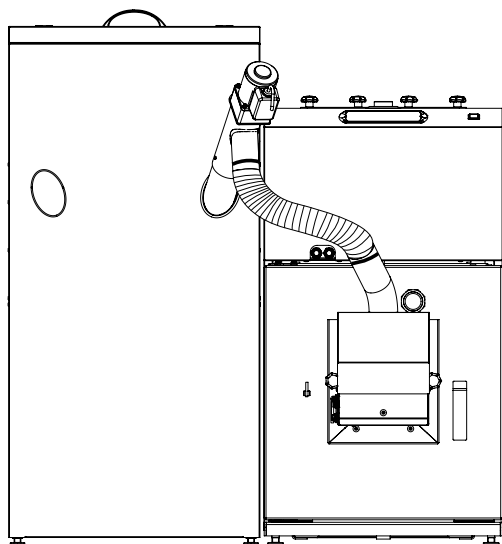
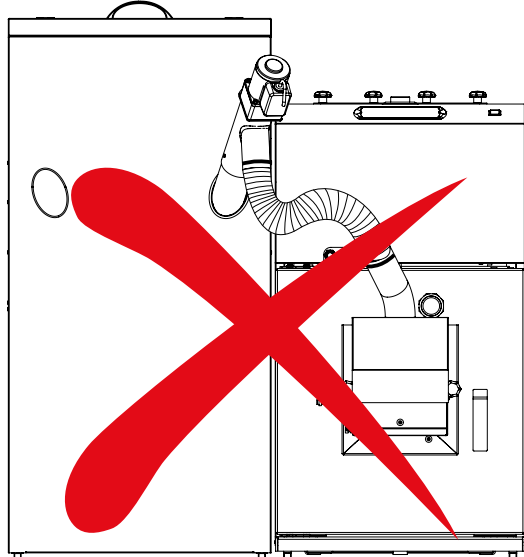

Рис. 4 Правильное подсоединение гофрированной трубы механизма подачи
Рис. 5 Неправильное подсоединение гофрированной трубы механизма подачи
4. Произвести все необходимые регулировки в области угла наклона соединителя и длины гибкой гофрированной трубы. Соединение не может образовывать загибы гофрированной трубы, которые могут привести к блокировке пеллет (см. Рис. 4 и Рис. 5). Наклон соединителя моторедуктора относительно вертикали не должен превышать 10°. Отклонение более 10° снизит производительность механизма подачи.